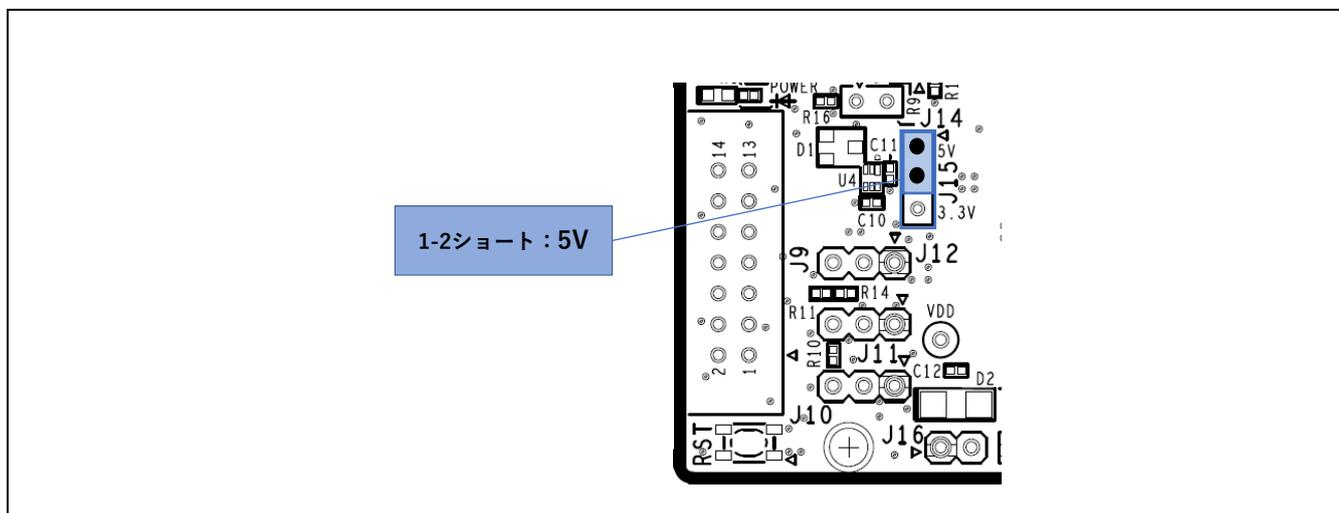

図 5-5: 5V 使用時のヘッド設定(部品面)
- J15 1-2 ショート：5V 電源を選択。出荷時初期設定。(図 5-5)